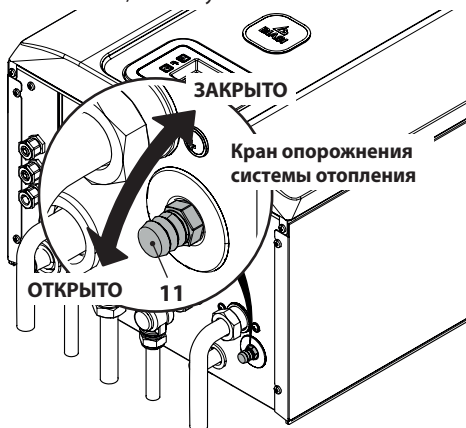

Рисунок 9.10
- Ослабьте кран опорожнения контура отопления 11, см. Рисунок 9.10.